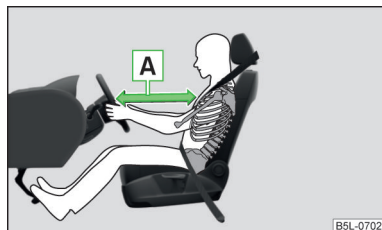

Fig. 9
- Es importante que el conductor y el acompañante mantengan una distancia mínima de 25 cm con respecto al volante o al cuadro de instrumentos [A] » fig. 9. Si no respeta la distancia mínima, el sistema de airbag no podrá protegerle. ¡Peligro de muerte! Además, los asientos delanteros y los reposacabezas siempre deben estar correctamente ajustados a la estatura del ocupante.